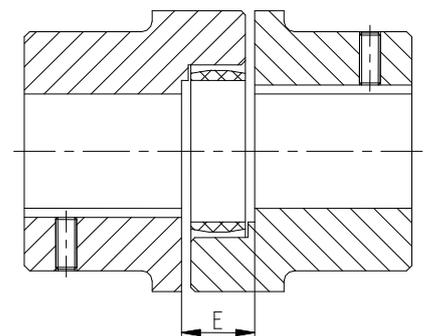

Figura 11: Montaje del acoplamiento
- Desplace los elementos de transmisión axialmente hasta alcanzar la medida E (ver figura 11).